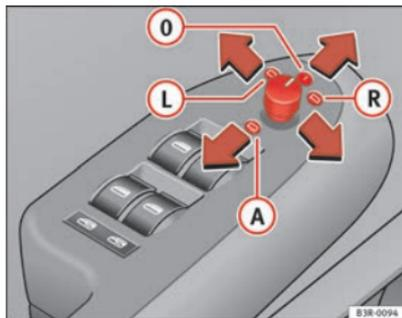

Abb. 105 Ausschnitt aus Armlehne: Drehknopf
- Drehen Sie den Drehknopf in Stellung \Rightarrow Abb. 105 **L** (Fahrer­außenspiegel) oder in Stellung **R** (Beifahrer­außenspiegel).
Beim Einlegen des Rückwärtsgangs kippt die Spiegelfläche etwas nach unten, wenn auf den Beifahrer­außenspiegel umgestellt ist (Drehknopf in Stellung **R** \Rightarrow Abb. 105). Dadurch wird beim Einparken die Sicht zur Bordsteinkante ermöglicht.